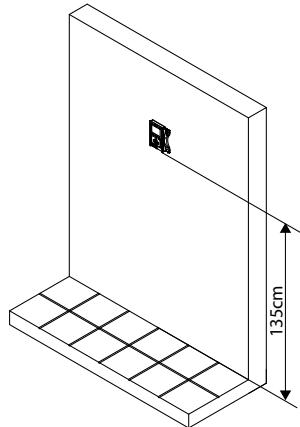
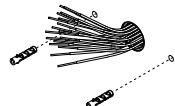

Fig. 1a
Fig. 1b
1. Comme illustré sur la **Fig. 1a**, placer le vidéophone sur le mur en laissant environ 135 cm entre le bas et le sol et prendre les références pour les trous de fixation au mur. Percez les trous (diamètre 5mm) et insérez les bouchons d'expansion fournis comme indiqué sur la **Fig. 1b** ;